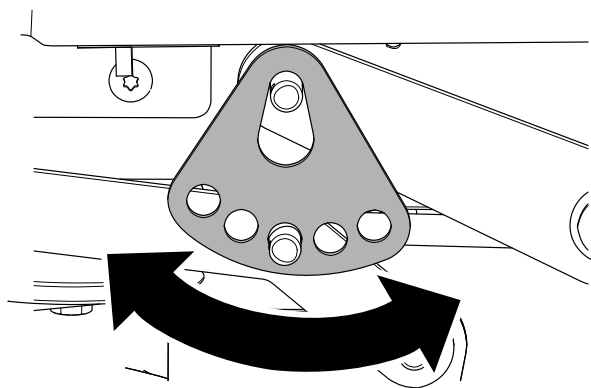

Figuur 67
6. Verwijder de R-pen en de ring van de onderste pen van de hefarm (Figuur 67).